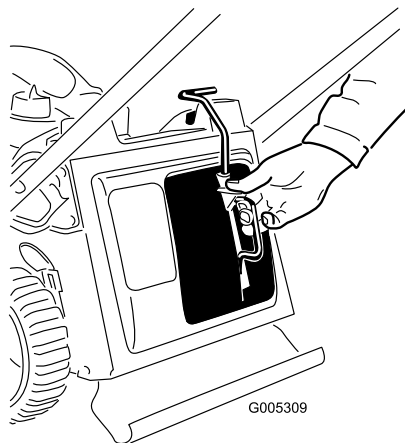

Figura 8
2. Apriete el botón de la palanca con el dedo pulgar e introduzca el tapón de mulching totalmente en el hueco (Figura 8).